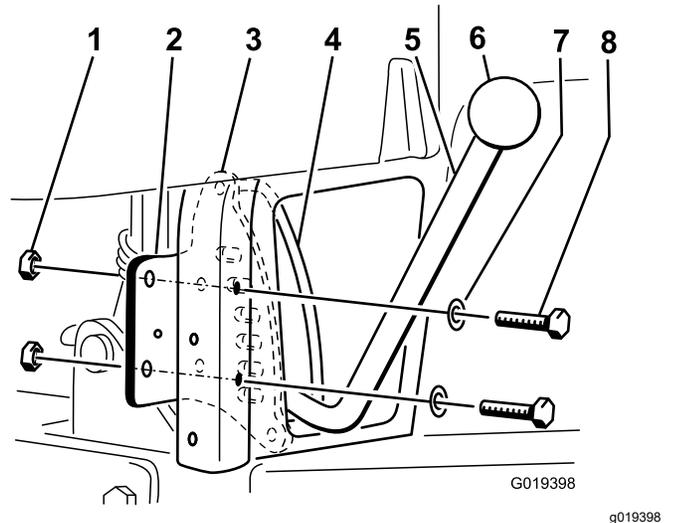

图 3
**注意** 手柄应从止动板和手柄导轨之间穿过图 3。
7. 使用步骤 4 中拆下的 2 个螺栓 5/16 x 2-1/4 英寸、2 个垫圈和 2 个锁紧螺母 5/16 英寸将止动板安装到右后垂直机架管的背面。如图 3 所示调整零件位置。
8. 将旋钮拧到升降手柄上图 3。